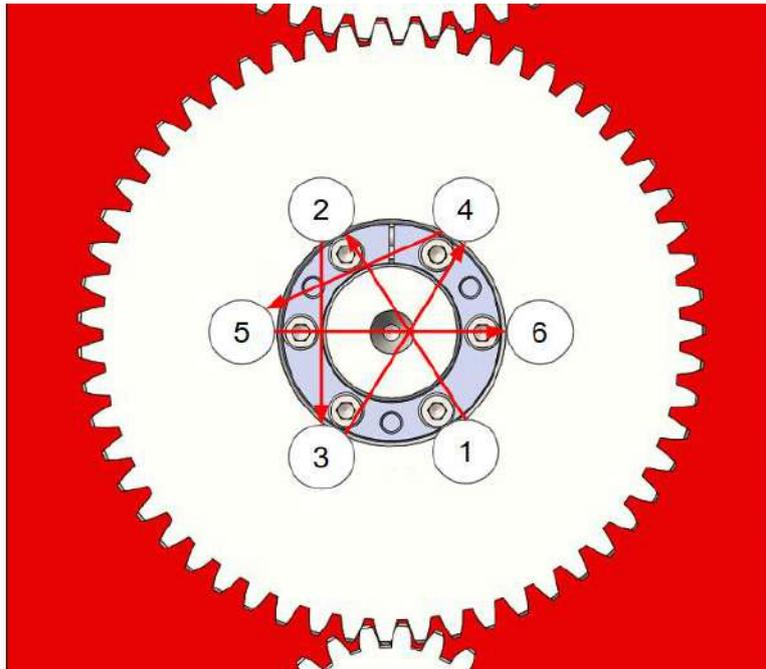

Рисунок 32. Затягування конусної муфти
3. Встановіть зажимну муфту і зубчасте колесо на вал і встановіть леза точно один проти одного, виставивши частини муфти так, щоб їх технологічні пази були максимально віддалені один від одного. Використовуючи динамометричний ключ, затягніть болти конусної муфти. Гвинти повинні затягуватися послідовно, згідно схеми (Рис. 32) поступово збільшуючи момент затягування до 60 Nm.